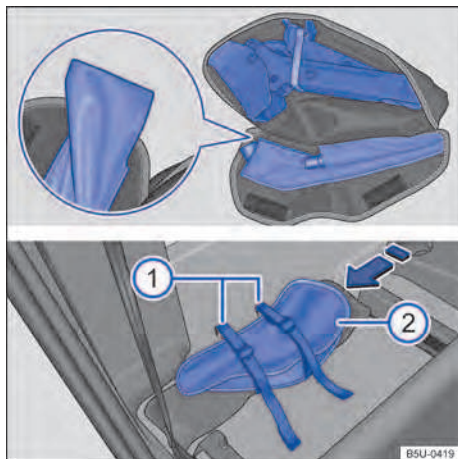

Fig. 126 Atrás del respaldo del asiento del pasajero:
- Acomodar el gato hidráulico en la bolsa totalmente cerrado → fig. 126, con la base del gato en la parte más grande de la bolsa.
- Acomodar la llave de rueda en su debido alojamiento e intentar que la lengüeta → fig. 126 (lupa) sea colocada por debajo de la llave de rueda, para evitar ruidos durante la conducción.
- Posicionar la bolsa de herramientas de a bordo atrás del asiento del pasajero, sobre el triángulo de seguridad y a través de las cintas de fijación, según → fig. 126 en el sentido de la flecha.
- Para que la bolsa quede correctamente ajustada, colocar la bolsa de herramientas de a bordo con los velcros de la bolsa mirando para adelante → fig. 126 ②.